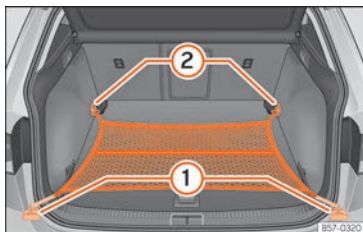

Abb. 133 Im Gepäckraum: flach eingehängtes Gepäckraumnetz.
- Hängen Sie die Haken in die Verzurrösen ① und ② » » Abb. 133 ein » » ⚠. Der Reißverschluss des Gepäckraumnetzes muss dabei nach oben zeigen.